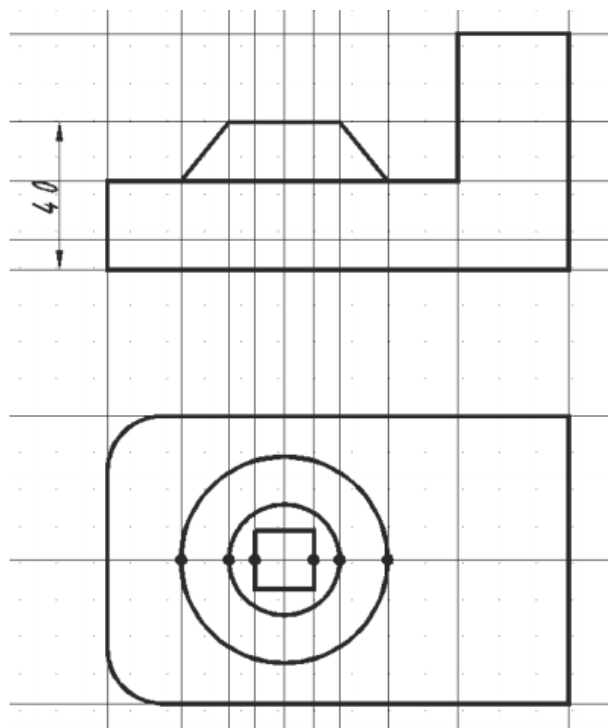

Рисунок 42. Построение бобышки
7. Провести бесконечные прямые через указанные точки на вспомогательном слое и одну прямую с отступом 40 мм. Выполнить обводку контура конической бобышки (рисунок 42).